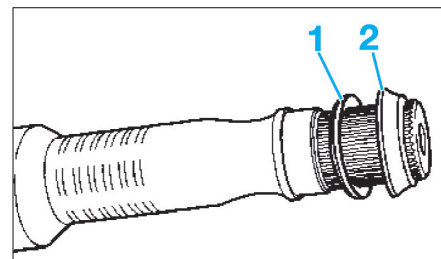

Fig. 4
- Mettre en place la rondelle élastique (1) et la rondelle d'appui (2) (Fig.4).